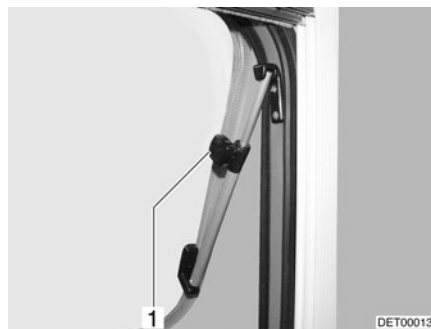

Fig. 47 Fenêtre projetante avec bras pivotants, ouverte
- Ouvrir la fenêtre projetante jusqu'à la position voulue et la bloquer avec la molette (Fig. 47,1).
- Tourner la molette (Fig. 47,1) jusqu'à ce que le dispositif de blocage soit libéré.